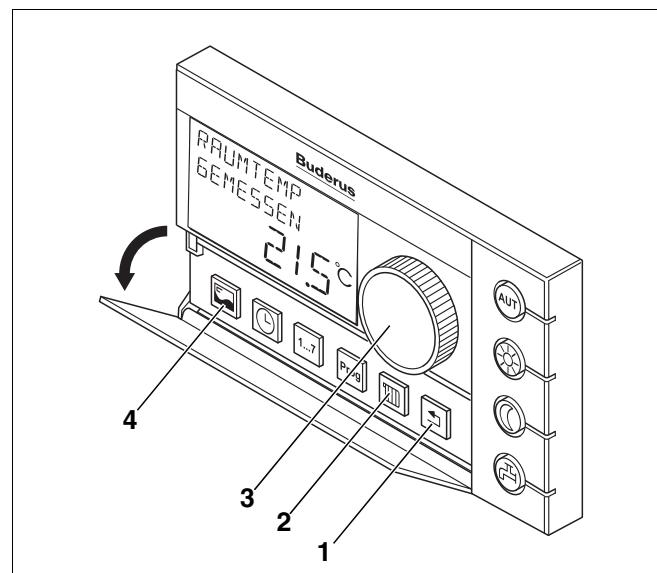

Рис. 42 Пульт управления RC30
- Вызвать сервисный уровень пульта управления RC30, для этого одновременно нажать кнопки "Индикация", "Отопительный контур" и "Назад" (рис. 42, **поз. 4, 2, 1**). На дисплее появится "СЕРВИС МЕНЮ ЯЗЫК".
- Ручкой управления (рис. 42, **поз. 3**, выбрать "СЕРВИС МЕНЮ МОНИТОР".
- Нажать кнопку "Индикация" (рис. 42, **поз. 4**) и, поворачивая ручку управления, установить пункт меню "МОНИТОР КОТЕЛ".